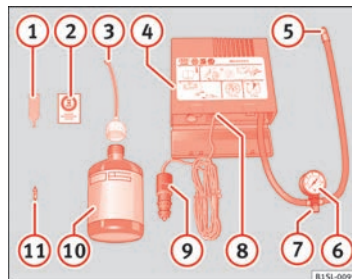

Fig. 146 Représentation standard : Contenu du kit de crevaison.
Le kit de crevaison se trouve dans le coffre à bagages, sous le revêtement de plancher. Il inclut les composants suivants ⇒ fig. 146 :
10. Collez l'autocollant ⇒ fig. 146 ② du kit de crevaison à un endroit visible sur la planche de bord.
- Dévissez l'obus de valve du pneu avec l'outil correspondant ⇒ fig. 146 ① et placez-le sur une surface propre.
- Agitez fortement la bouteille de produit de colmatage des pneus ⇒ fig. 146 ⑩ pendant quelques secondes.
- Vissez le tuyau de gonflage ⇒ fig. 146 ③ fermement sur la bouteille du produit de colmatage dans le sens des aiguilles d'une montre. Le plombage du goulot de la bouteille est automatiquement transféré.
- Retirez le bouchon du tuyau de remplissage ⇒ fig. 146 ③, puis vissez l'extrémité ouverte du tuyau sur la valve du pneu.
- Revissez l'obus de valve avec l'outil correspondant ⇒ fig. 146 ① sur la valve du pneu.
- Vissez fermement le tuyau de gonflage du pneu ⇒ fig. 146 ⑤ du compresseur sur la valve du pneu.
- Vérifiez si la vis d'évacuation d'air ⇒ fig. 146 ⑦ est fermée.
- Branchez le connecteur ⇒ fig. 146 ⑨ à une prise de courant de 12 volts du véhicule ⇒ page 122.
- Mettre en marche le compresseur d'air avec le commutateur ON/OFF ⇒ fig. 146 ⑧.
- Maintenez le compresseur d'air en marche jusqu'à atteindre de 2,0 à 2,5 bars (29 – 36 psi/200 – 250 kPa) ⇒ ⚠. **Temps de fonctionnement maximal de 8 minutes** ⇒ ⑩.
Revissez le tuyau de gonflage ⇒ fig. 146 ⑤ et vérifiez la pression du manomètre ⑥.